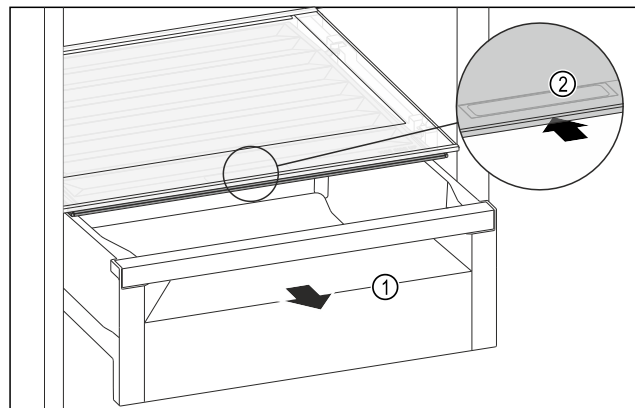

Fig. 105
- ▶ Estrarre il cassetto *Fig. 105 (1)*.
- ▶ Afferrare la maniglia incassata *Fig. 105 (2)* sul coperchio dello scomparto e spingere allo stesso tempo all'indietro il coperchio dello scomparto.